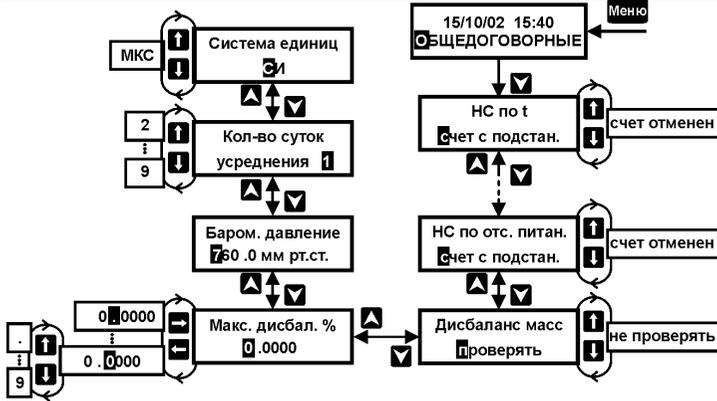

Рисунок 8 – Установка общедоговорных параметров
Установка общедоговорных параметров осуществляется при выборе пункта меню 1-ого уровня **ОБЩЕДОГОВОРНЫЕ** (см. рисунок 8).
- выбирается условие «Дисбаланс масс – проверять» (см. рис.8);